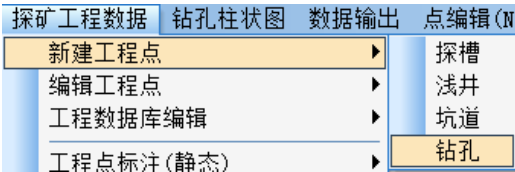

图 29 新建钻孔
1) 选择菜单“探矿工程数据”→“新建工程点”→“钻孔”（见图 29）；
a. 选择菜单“探矿工程数据”→“新建工程点”→“钻孔”（见图 29）；